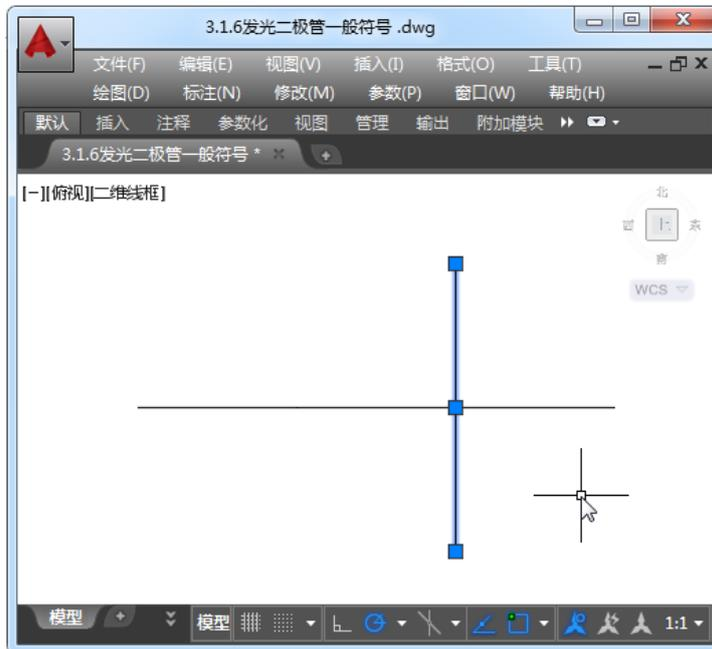

图 3-15 绘制竖线
Step04: 按 Esc 键退出选择状态，然后执行【直线】命令，以定数等分点右边的点为中点，绘制竖线，如图 3-15 所示。